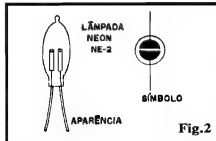

Fig.2
- FIG. 2 - DETALHANDO A LÂMPADA NEON NE-2 - Como é um componente utilizado menos frequentemente nas montagens mostradas aqui em APE, vamos a algumas "dicas" visuais sobre a lampadinha de Neon... A figura mostra a sua aparência e o símbolo adotado para representá-la esquematicamente, nos diagramas de circuito... Trata-se de componente **não polarizado**, podendo então trabalhar (dentro dos seus limites elétricos...) tanto sob C.A. quanto sob C.C. Chamamos a atenção para um fato: sob C.A. **ambos** os eletrodos internos mostrarão a luminiscência durante a ionização... Já sob C.C. (como é o caso do funcionamento do MOBILE...), apenas um dos eletrodos se iluminará... A luz é tênue, porém marcante, em cor amarelo-alaranjada, pouco visível em
- 8 - Lâmpadas de Neon, tipo NE-2 (VER FIG. 2)